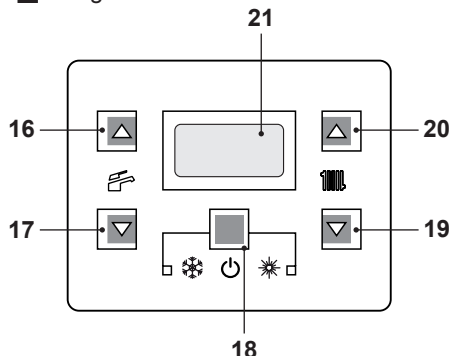

Figura 2.5
- Tenere premuto per 2 secondi il tasto 18 fino a far apparire sul display il simbolo  Figura 2.5.
La temperatura dell'acqua calda di mandata riscaldamento è regolabile agendo sui tasti 19 (diminuzione) e 20 (aumento) (Figura 2.5) da un minimo di circa 25°C ad un massimo di circa 85°C. Alla prima pressione di uno dei due tasti si ha la visualizzazione del valore di "set", alla seconda pressione si accede alla modifica.
Comunque se la temperatura ambiente non dovesse essere confortevole si può aumentare o diminuire la temperatura di mandata dell'impianto riscaldamento di $\pm 15^{\circ}\text{C}$ agendo sui tasti 19 (diminuzione) e 20 (aumento) (Figura 2.5).
La temperatura dell'acqua calda sanitaria è regolabile agendo sui tasti 16 (aumento) e 17 (diminuzione) (Figura 2.5) da un minimo di circa 35°C ad un massimo di circa 60°C . Alla prima pressione di uno dei due tasti si ha la visualizzazione del valore di "set", alla seconda pressione si accede alla modifica.